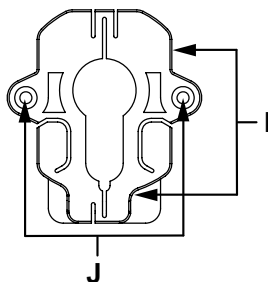

Abb. 7: Befestigungssockel
| Abb. 7: | Befestigungssockel | 11 |
- Setzen Sie den Befestigungssockel auf den überstehenden Teil des Schließzylinders auf (Türblatt (**R**)). Lockern Sie dazu, falls notwendig, die beiden Schrauben (**I**) (s. Abbildung 7) am Befestigungssockel ein wenig.